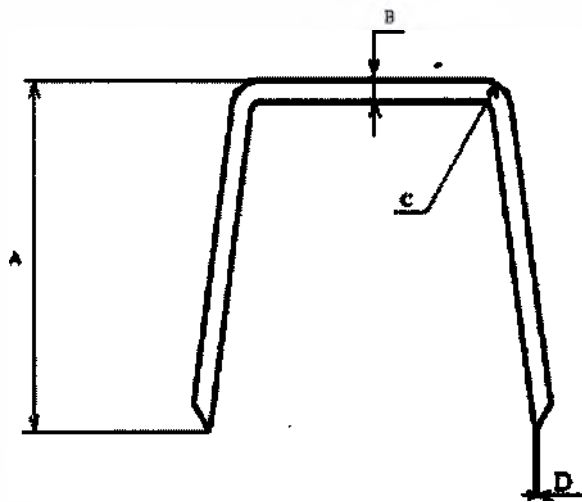

Рисунок 4.4. Общая схема скобы
Ширина острия, мкм См. Рис.4.4. (D)	2±1